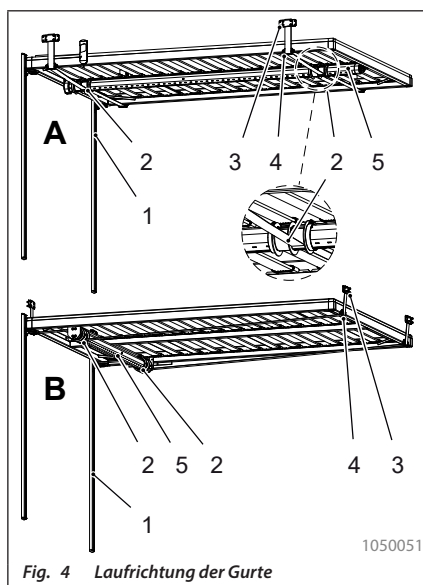

Fig. 4 Laufrichtung der Gurte
- Antriebswelle längs (Fig. 4 A):
- Antriebswelle quer (Fig. 4 B):
Die Position der Gurtklemmen und somit der Gurte ist durch die Antriebseinheit vorgegeben. Um mehr Variabilität bei der Montage zu erhalten, sind auf der Antriebseinheit an verschiedenen Stellen Gurtbefestigungsbereiche vorgesehen (siehe Fig. 4, Pos. 2).
Von der Einbaurichtung der Antriebseinheit hängt auch die Laufrichtung der Gurte und die Befestigung ab (siehe Fig. 4, Pos. 3).